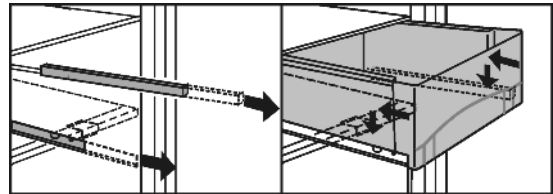

Fig. 34
- ▶ Schubfachdeckel herausnehmen: Schubfachdeckel *Fig. 34 (2)* mit Feuchtigkeitsregelung bei herausgenommenen Schubfächern vorsichtig nach vorne ziehen und nach unten wegnehmen.